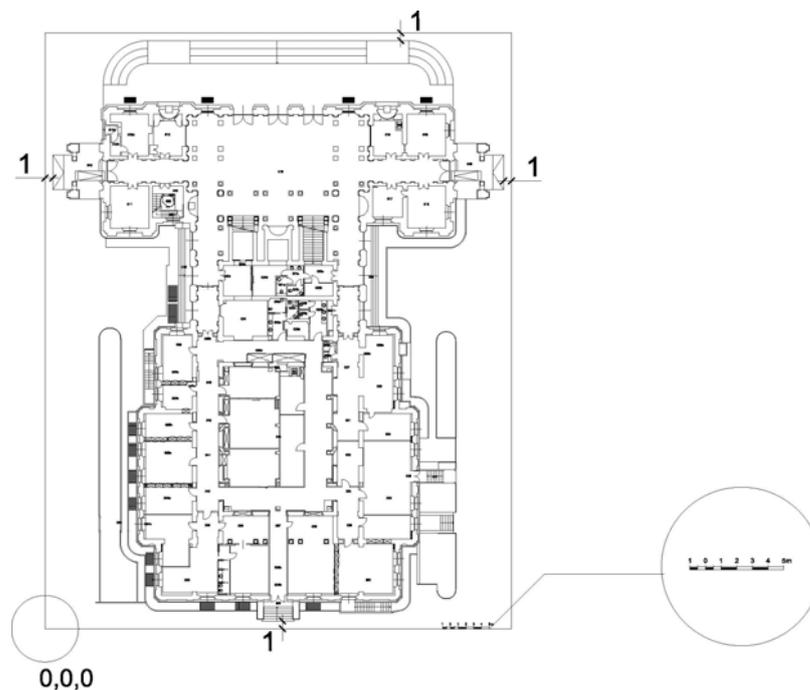

Fig. 3
- Il punto d'inserimento del disegno è identificato con l'angolo inferiore sinistro del riquadro di delimitazione, Art. 0.03, **Fig. 3**, e deve coincidere con le coordinate 0,0,0.
- La scala metrica sarà inserita nell'angolo in basso a destra del riquadro prima tracciato. A riguardo si rimanda alla figura "Fig. 3" sotto riportata.